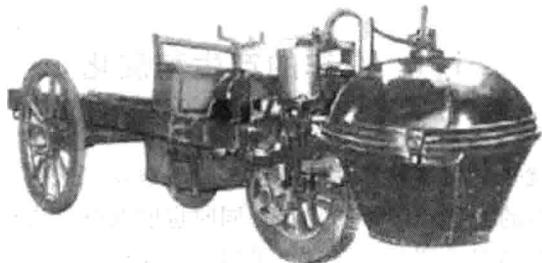

图1-3 世界上第一辆蒸汽汽车
1769年，法国人居尼制造了世界上第一辆由蒸汽驱动的三轮汽车，如图1-3所示。车身是用硬木架制成的，由3个一人多高的车轮支撑。车的前面放着容积为50L的梨型大锅炉，锅炉后面有两个容积为11 gal^①的气缸。锅炉由简单的曲拐把活塞的运动传递到前轮，使前轮转动。同时前轮也是转向轮，由于前轮上压着很重的锅炉，操纵转向杆很不方便。这辆蒸汽汽车还有一个缺点就是每走15 min，锅炉的压力就消耗殆尽，只得停下来加水再生成蒸汽，而它的时速只有4 km/h。有时候明知要减速转弯就是慢不下来，转不过去，只能眼睁睁地看着车撞上障碍物，要么就是制动太狠，轮轴断裂。更可怕的是，炉压过高，一时难以控制，经常发生锅炉爆炸事件。而且乘坐这种车还得看天气：下雨天车上遮盖不严，道路泥泞不安全；严寒天烧水难，易熄灭，行驶也慢；热天坐在锅炉边没人愿意忍受；刮风天要看风向，顺风时车尾的浓烟会把乘车人熏得喘不过气来。这就是人类发明的第一辆由自身动力驱动的车辆，是现代车的“雏形”。